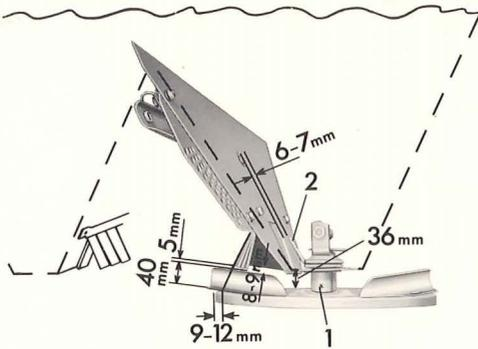

Fig. 8
a) Sacar los manguitos de sujeción (Fig. 8/1) debajo del depósito. Se extraen los cabezales agitadores y se marca «derecha» respectivamente «izquierda». Al no existir un dispositivo de extracción para los cabezales agitadores, se recomienda, con un cortafrío introducir con fuerza una entalladura en la proximidad de la perforación del manguito de sujeción y de lado contrario, para ensanchar así el casquillo del cabezal agitador. A continuación clavando un cortafrío en la ranura entre el borde inferior de cabezal agitador y el borde superior del disco de esparcimiento, se aparta algo el cabezal agitador del manguito del disco de esparcimiento. Un segundo cortafrío o algo parecido se emplea como palanca, colocándolo debajo del primero, para facilitar la extracción del cabezal agitador. De ninguna manera se debe probar facilitar la extracción del cabezal agitador respectivamente del disco de esparcimiento calentando con la llama de soldadura, pues en este caso se deforman los discos de esparcimiento y **se estropea el engranaje.**
- b) Al montar los nuevos cabezales agitadores, es indispensable prestar atención a la dirección de giro. Los dedos agitadores están provistos con una soldadura con material de aporte resistente al desgaste y que mirando en la dirección de giro, siempre debe estar colocada adelante. El dedo agitador además debe tener una distancia de 6-7 mm en el orificio de salida de abono (Fig. 8/2) y el cabezal agitador no debe rozar en el fondo de la tolva.
- f) Compruébense las medidas de atornilladura de la bolsa (véase Fig. 8).